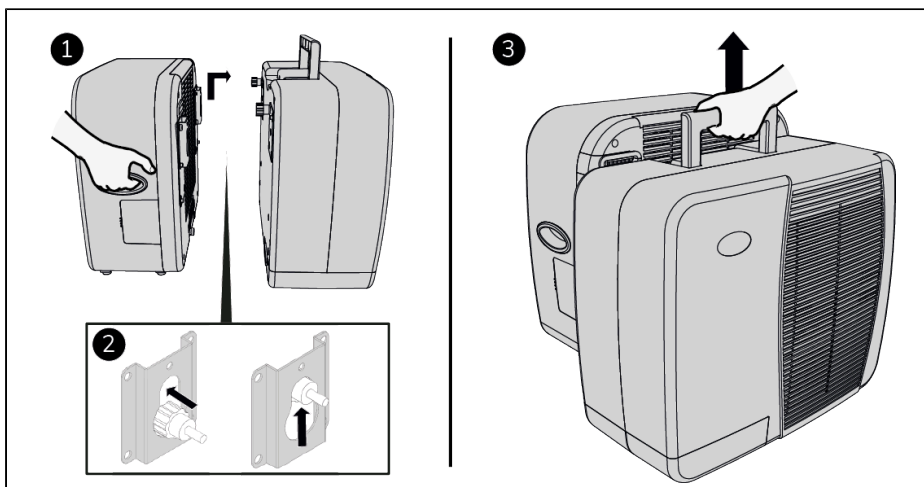

Figura 69.
5. Appendere l'unità interna sull'unità esterna per un trasporto facile (Figura 69).